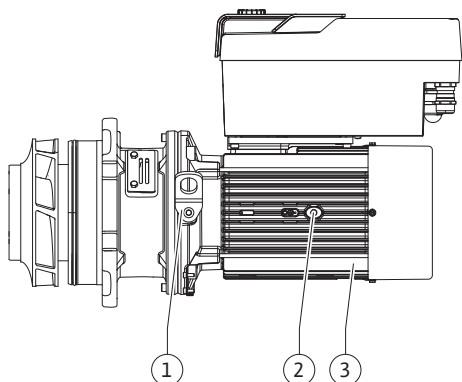

Fig. 108: Įstatomasis modulis
13. Įstatykite įstatomąjį modulį (žr. Fig. 108) į siurblio korpusą ankstesnėje vietoje arba kitu norimu kampu. Laikykites leistinų komponentų montavimo padėčių (žr. skyrių „Leistinos montavimo padėties ir komponentų išdėstymo tvarkos pakeitimas prieš instaliavimą“ [► 24]).